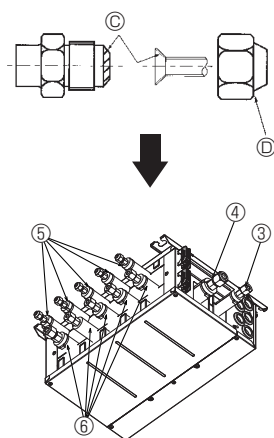

Fig. 7-2
- Ⓢ Påfør kølemiddelolie på hele overfladen (Fig. 7-2) af det koniske sæde.